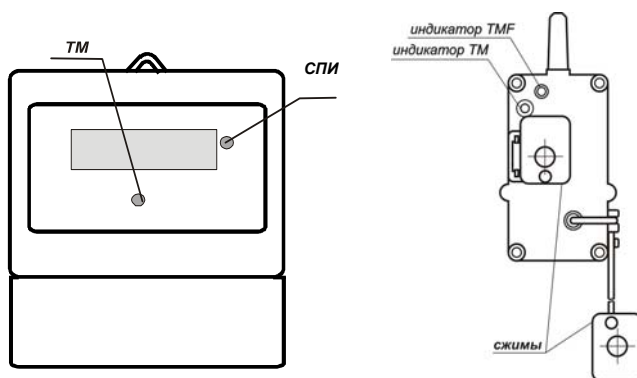

Рисунок 13 – Расположение СПИ и индикаторов ББ и ДДМ
В каждом режиме можно выводить информацию на дисплей, используя СПИ (см. рисунок 13), при этом на дисплей выводятся все величины независимо от заданного списка: потребление (потарифно, суммарное, на РДЧ), а также дата и время. Смена информации на дисплее в поле «Потребление/Мощность/Дата» происходит синхронно с поднесением к СПИ любого непрозрачного предмета на 1-2 с (например, пальца или предмета светлых тонов, отражающего инфракрасное излучение). Дальность действия СПИ приблизительно 0,2-2 см от крышки счетчика.
- мигание индикатора ТМ, расположенного на ББ счетчика (см. рисунок 13) с частотой, пропорциональной мощности подключенной нагрузки;
- мигание индикатора ТМ, расположенного на ДДМ (см. рисунок 13) с частотой, пропорциональной мощности, подаваемой на счетчик. При подключении нагрузки мощностью 1 кВт индикаторы ТМ, расположенные на ББ и ДДМ, должны мигать с частотой приблизительно 1 раз в секунду;
- индикатор ДДМ на дисплее ББ (см. рисунок 13) должен периодически мигать;
- индикатор ИЧС на дисплее ББ и индикатор ТМФ ДДМ (см. рисунок 13) должны начать мигание при токах нагрузки не более 20 мА, при больших токах нагрузки индикаторы ИЧС и ТМФ могут мигать с постоянной частотой, не зависящей от тока нагрузки.